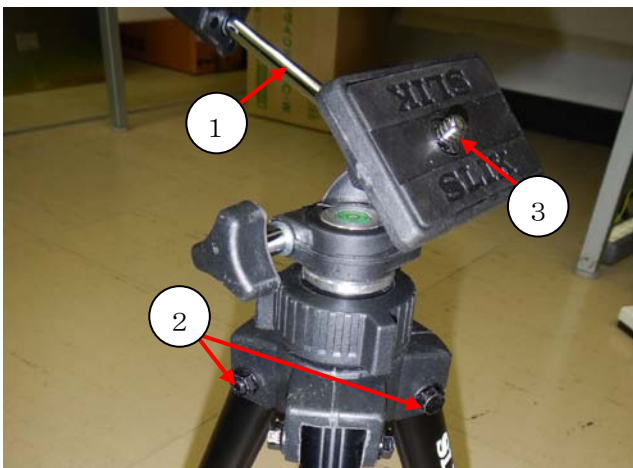

図1 磁性の有る部分1
磁力計を取り付けるための非磁性化した三脚は、既製のカメラ用三脚の磁性の有る各部を非磁性素材に置き換えて製作した。まず、磁石を用いて三脚各部の磁性の有無を確認した。糸に吊るした磁石を三脚各部(ボルト、グリップ、ナット等)に近づけ、磁石が引き寄せられる場合は磁性有り、引き寄せられない場合は磁性無しとした。確認した結果、図1、2の①から⑤に磁性が有ることが分かった。